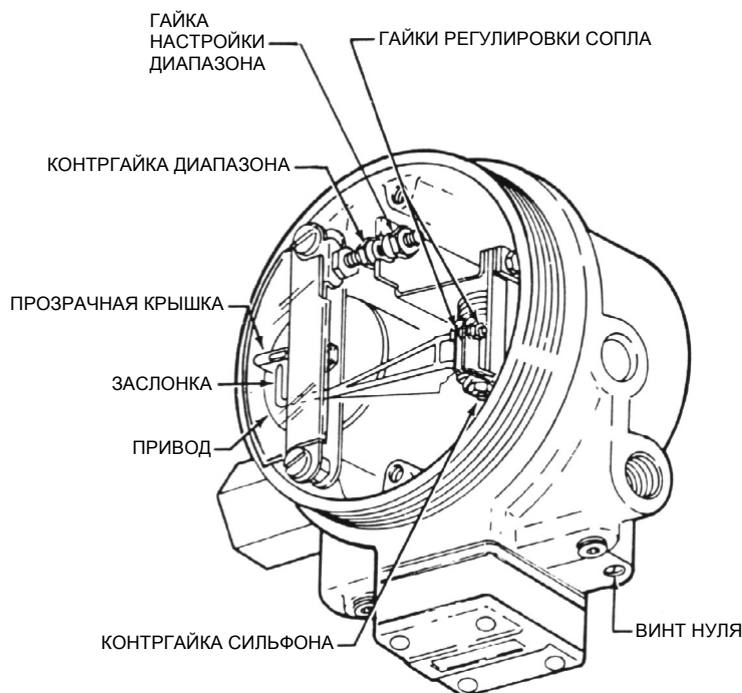

Рисунок 8
2. Подайте на вход преобразователя сигнал 12 мА (50%) и настройте винтом нуля выход на значение 60 кПа или 9 psi (50%). См. Рисунок 8.
4. При помощи гаек регулировки сопла (см. Рисунок 8) установите выходной сигнал 60 кПа или 9 psi с точностью не хуже 2% (1.6 кПа или 0.25 psi). Затяните гайки.